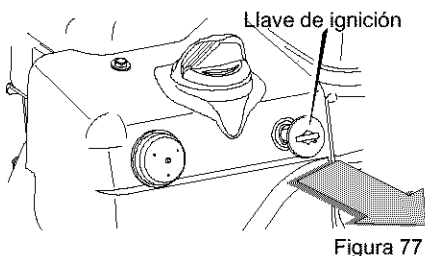

Figura 77
2. Saque la llave de ignición ON/OFF (vea la Figura 77). Guarde la llave en un lugar seguro. El motor no arrancará sin la llave de ignición.